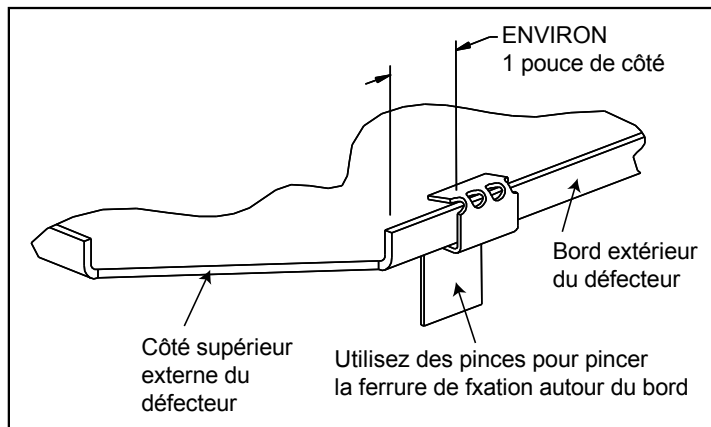
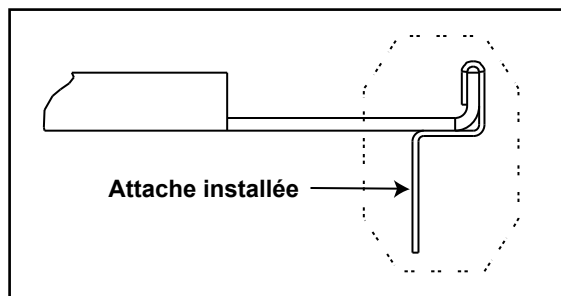

Figure 21.4
Figure 21.5
3. À l'aide de pinces, pliez la ferrure de fixation légèrement au delà de 90° dans la direction montrée dans la **Figure 21.4**.
4. Positionnez la ferrure de fixation comme montrée à la **Figure 21.4** et utilisez des pinces pour serrer autour du bord extérieur du déflecteur, comme montré à la **Figure 21.5**.
Remarque : La **Figure 21.5** montre la forme finie de la ferrure de fixation, une fois avoir fait le tour du bord du déflecteur.